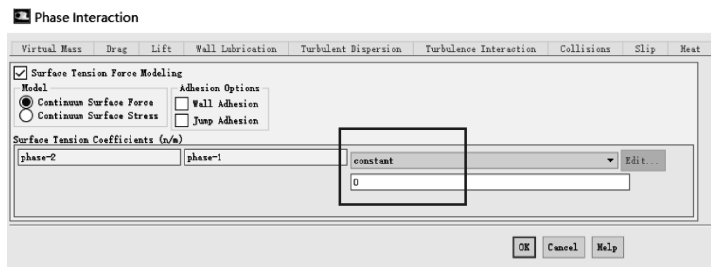

图 11-14 交接相面设置
(2) 单击【Interaction...】→【Surface Tension】→【Surface Tension Force Modeling】→【Surface Tension Coefficient (n/m)】→【Constant】=0，单击【OK】关闭对话框，如图 11-14 所示。